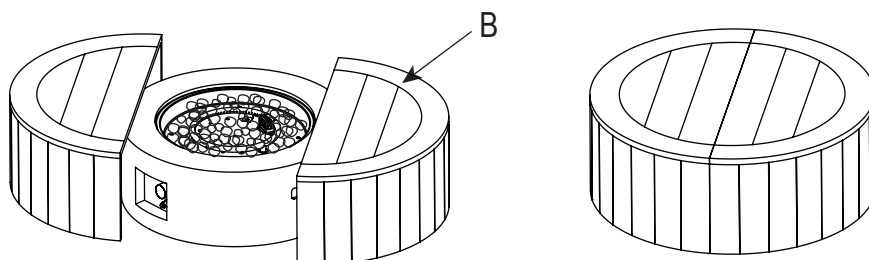

Figure 7
7. Lorsque la table à feu (A) n'est pas utilisée ou après qu'elle ait complètement refroidi, placez les deux tables basses semi-circulaires (B) sur la table à feu et repliez-les pour les utiliser comme une seule table basse (voir figure 7).